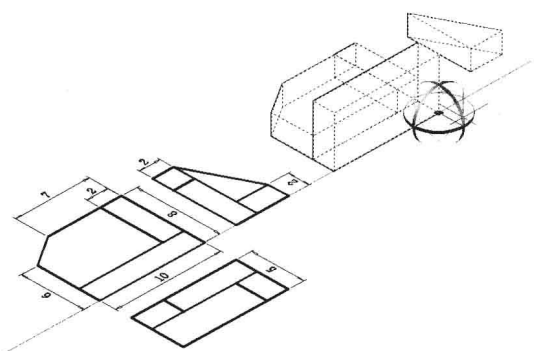

图 9-5-12
(3) 选择菜单命令“修改/三维操作/三维旋转”，或者单击“常用”选项卡，在“修改”面板中单击“三维旋转”按钮，命令行提示“选择对象”，单击长方体，按 Enter 键。
(4) 命令行提示“指定基点”，此时视图中显示了附着在光标上的旋转夹点工具，旋转夹点工具显示为三条圆弧，红色圆弧代表 X 轴，绿色圆弧代表 Y 轴，蓝色圆弧代表 Z 轴。捕捉并单击实体上的一个端点，将该点作为基点，旋转夹点工具移至基点位置。
(5) 命令行提示“拾取旋转轴”，将光标悬停在旋转夹点工具上的轴控制柄上，直到红色旋转 X 轴变为黄色，此时会显示出一条红色矢量线，如图9-5-12所示，单击变为黄色的旋转 X 轴作为旋转轴。
(6) 命令行提示“指定角的起点或键入角度”，输入“90”，按 Enter 键，旋转效果如图